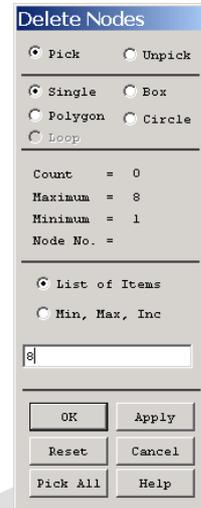

图2.31 拾取要删除的节点
(1) 单击 Main Menu> Preprocessor> Modeling> Delete> Nodes 菜单，弹出如图 2.31 所示的图形拾取对话框。